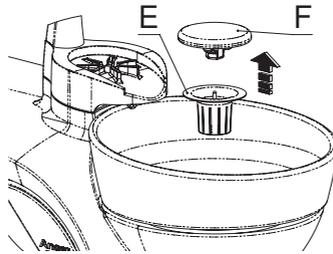

Abb. 11
Die Wassereinheit ist um ca. 70° zur Armhalterung hin drehbar und erleichtert damit die tägliche Arbeit. Im oberen Bereich befindet sich der Becherstand (A) und das Mundspülbecken (B), das aus hygienischen Gründen aus Porzellan ist (Abb. 10). Zur Vermeidung von Spritzern und Verstopfen durch grobe Partikel ist das Mundspülbecken mit einem Filter (E) und einer Filterkappe (F) über dem Abfluss ausgestattet (Abb. 11).